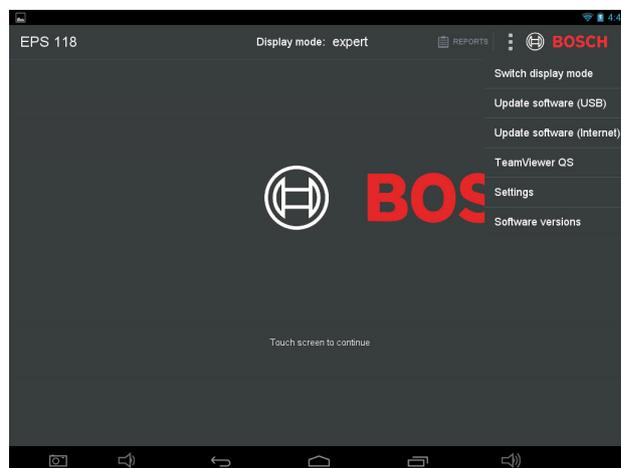

Рис. 34: Стартовый экран
7.7.2 Стартовый экран (Рис. 34)